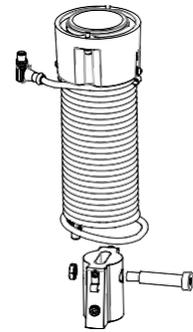

Fig. 4A. Gruppo standard del cavo spiralato.
**Nota:** Gli apparecchi G-Force®, in linea standard o montati in remoto, ordinati in fabbrica, vengono spediti con il cavo spiralato montato nell'anello di rasamento dell'azionatore e nell'estremità del cavo spiralato, creando il gruppo del cavo spiralato (**Figure 4A e 4B**). Inoltre, gli apparecchi con comando pneumatico sono dotati di un cavo spiralato del tubo dell'aria Nycoil con DI di 1/4" ID montato nel gruppo del cavo spiralato (non illustrato).